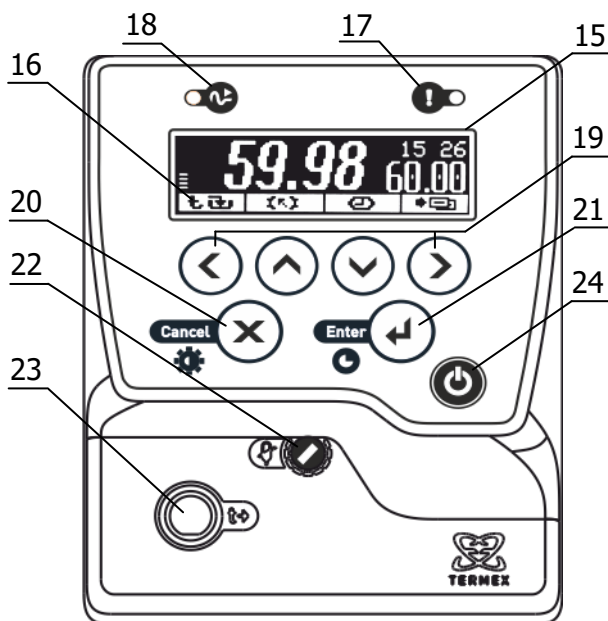

Рисунок 2 – Лицевая панель
Система безопасности блоков регулирования отключает двигатель насоса и нагреватель при срабатывании хотя бы одной из защит или неисправности датчика температуры (1.2.13). При срабатывании системы безопасности раздается звуковой сигнал, загорается индикатор 17 (рисунок 2) и на дисплей 15 выводится информация о причине неисправности.
2.3.1 После подключения сетевого кабеля к электрической сети блок регулирования переходит в режим ожидания. Подключение сопровождается кратковременной подсветкой дисплея 15 (рисунок 2).
2.3.6 Для регулировки яркости подсветки или контраста дисплея нажать кнопку 20 (X), выбрать изменяемый параметр кнопками (▲) и (▼) и установить его значение кнопками (◀) и (▶). Зафиксировать изменение нажатием кнопки 21 (↔) (рисунок 2).
2.5.6 Для выбора уставки в качестве текущей кнопками (▲) и (▼) подвести к ней указатель. Значение отмеченной указателем уставки дублируется крупными цифрами в правой части дисплея. Для подтверждения выбора отмеченной уставки нажать кнопку 21 (↵). Для отмены выбора нажать кнопку 20 (✕) (рисунок 2).
2.5.7 Для изменения численного значения отмеченной указателем уставки нажать кнопку (▶). На рамке, обрамляющей значение уставки в правой части дисплея, появятся "засечки", указывающие на изменяемую позицию в численном значении. Цифра в отмеченной позиции мигает. Нажатиями кнопок (▲) и (▼) установить требуемую цифру в отмеченной позиции. Если удерживать кнопку нажатой, значение уставки будет изменяться непрерывно. Нажатиями кнопок (◀) и (▶) переместить отметку изменяемой позиции. Дискретность изменения значения уставки зависит от положения изменяемой позиции: если отмечена позиция десятков, то при единичном нажатии кнопки (▲) или (▼) значение уставки изменится на 10 °С. Если отмечена позиция десятых долей, то значение уставки изменится на 0.1 °С соответственно. Закончить ввод нового значения уставки нажатием кнопки 21 (↵). Для возврата к значению уставки до ее изменения нажать кнопку 20 (✕) (рисунок 2).
2.6.3 При срабатывании защиты раздается звуковой сигнал и загорается красный индикатор срабатывания системы безопасности 17 (рисунок 2). Работа насоса и нагревателя будет заблокирована. На дисплее отобразится текущее состояние системы защит.
2.6.5 После устранения причины срабатывания защиты или ее отключения кнопкой (▶) индикатор 17 (рисунок 2) погаснет. Перевести блок регулирования в рабочий режим нажатием кнопки 21 (←).